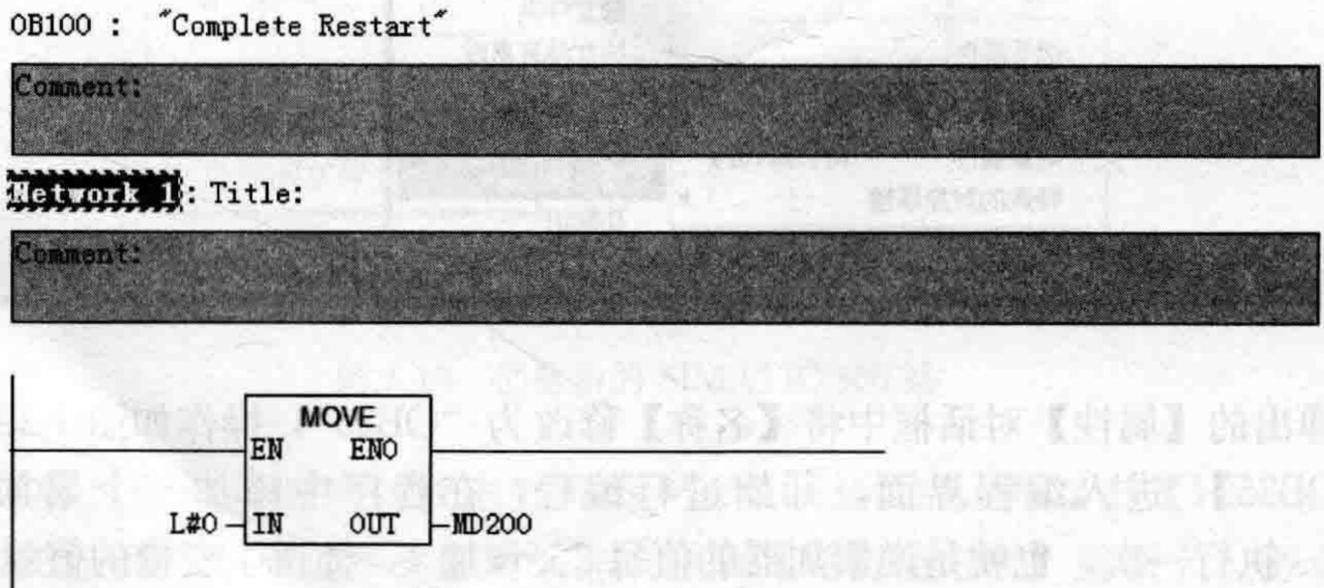

图 1-15 CPU 重新启动组织块的编程
(4) OB100 组织块中的编程。为实现 MD200 的初始化，采用类似的方法创建 CPU 重新启动组织块 OB100，然后在 OB100 中创建下面的初始化程序，将 MD200 的值清零，程序如图 1-15 所示。